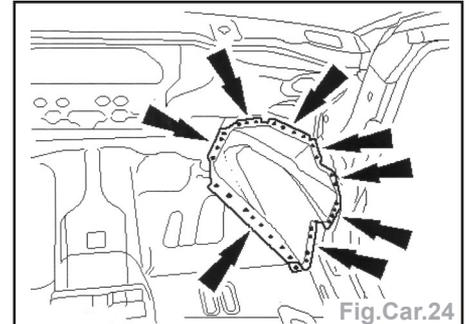

Fig.Car.24
- Réaliser le perçage (flèches) afin de souder par bouchonnage au Ø 10 mm (Fig.Car.24).
- Souder le renfort par bouchonnage (flèches) (Fig.Car.24).